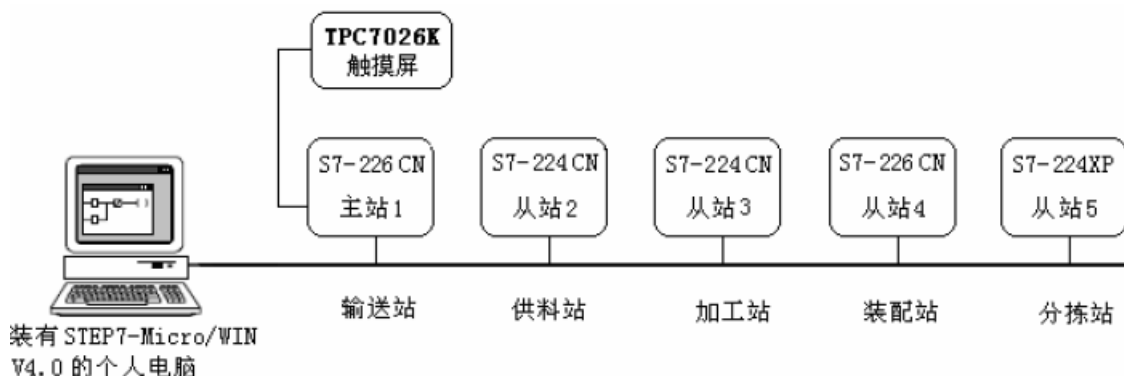

图 0-10 设备出厂控制方案
b) 当各工作单元通过网络互连构成一个分布式的控制系统时，对于采用西门子S7-200系列PLC的设备，YL-335B的标准配置是采用PPI协议的通信方式。设备出厂的控制方案如图0-10设备出厂控制方案所示。